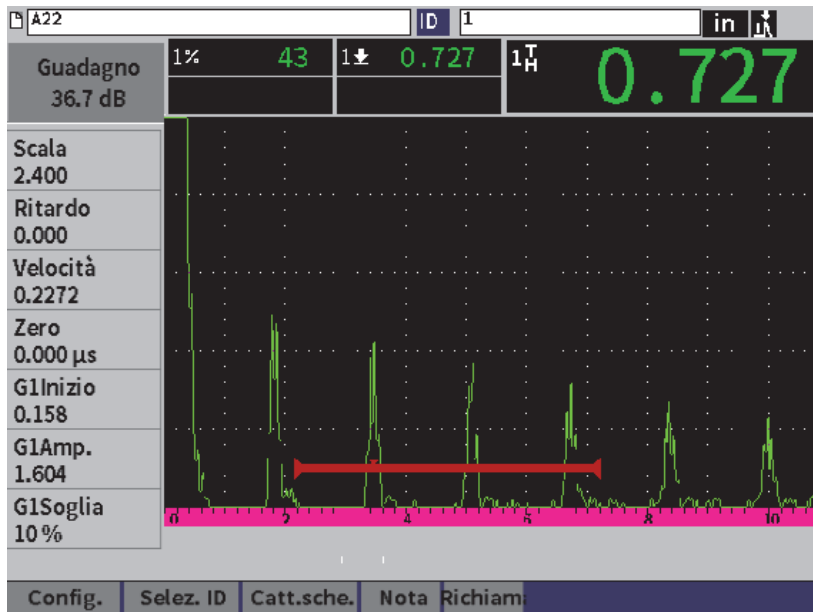

Figura 9-6 Forma d'onda del file salvato
Dopo avere salvato i dati in un file è possibile visualizzare la configurazione e i dati della forma d'onda salvati. I parametri di configurazione di base e la forma d'onda sono visualizzati su una schermata (vedere Figura 9-6 a pagina 133) e le informazioni di configurazione complete nell'altra schermata (vedere Figura 9-7 a pagina 134).
3. Premere il tasto Invio per visualizzare i dati di configurazione di base e la forma d'onda salvati (vedere Figura 9-6 a pagina 133).